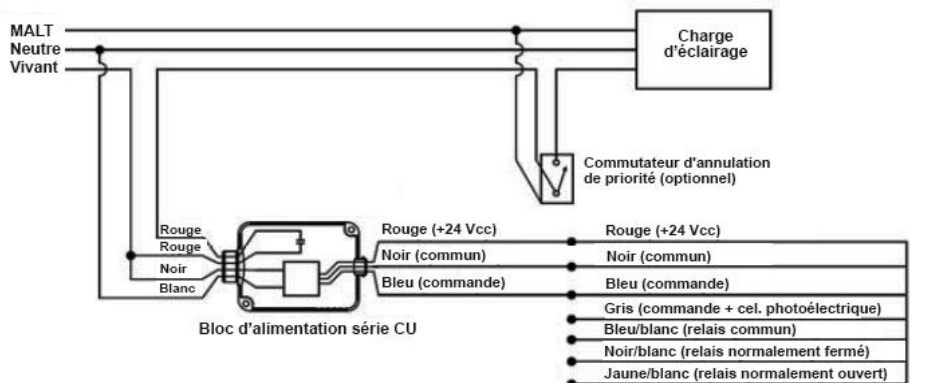

FIG. 3
MONTAGE DES CAPTEURS Fig. 3
3. Tirer un câble basse tension à 3 conducteurs (de 18 à 22 AWG, type CL2, CL2P, CL2PR ou CMR selon le cas), entre les modules de commande et les capteurs conformément à la Fig. 3. La longueur de câble maximale entre le module de commande et le capteur le plus éloigné est de 76 mètres.